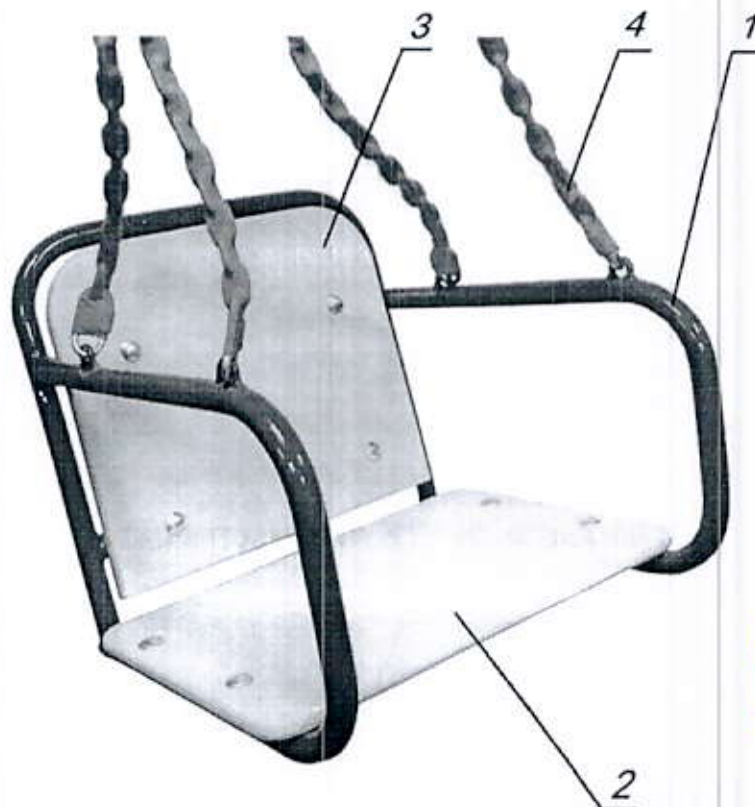

Рис.1 Общий вид Подвески со спинкой для качелей РТР 019.3
2.1. Подвеска со спинкой для качелей РТР 019.3 (см. рис.1) представляет собой металлический каркас 1, на котором закреплены фанерные сидение 2 и спинка 3, а также цепи 4 для подвешивания на раму качелей. Для предотвращения застревания пальцев ребенка нижняя часть цепей имеет специальную защиту.